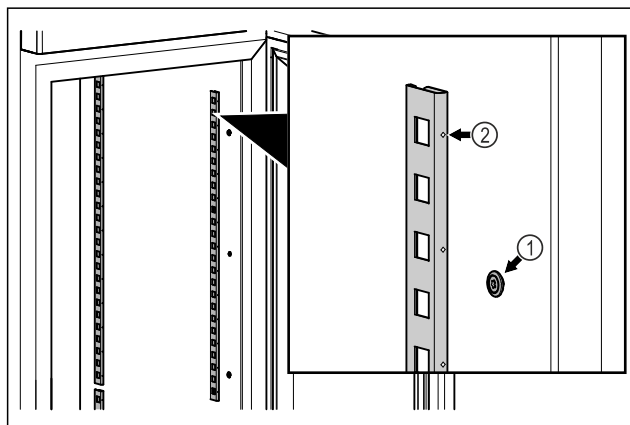

Fig. 15 Példaként szolgáló ábrázolás
- Akassza be a rögzítőléceket a felfüggesztésbe Fig. 15 (1). A jelölésnek Fig. 15 (2) előrefelé kell néznie.